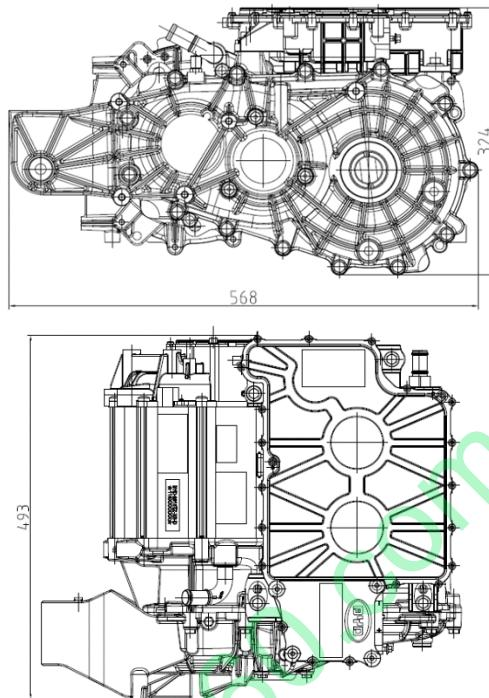

图 6
1. HADEC 前驱电动总成外观尺寸大小:  $A \times B \times C = 568\text{mm} \times 493\text{mm} \times 324\text{mm}$  (见下图 6) :